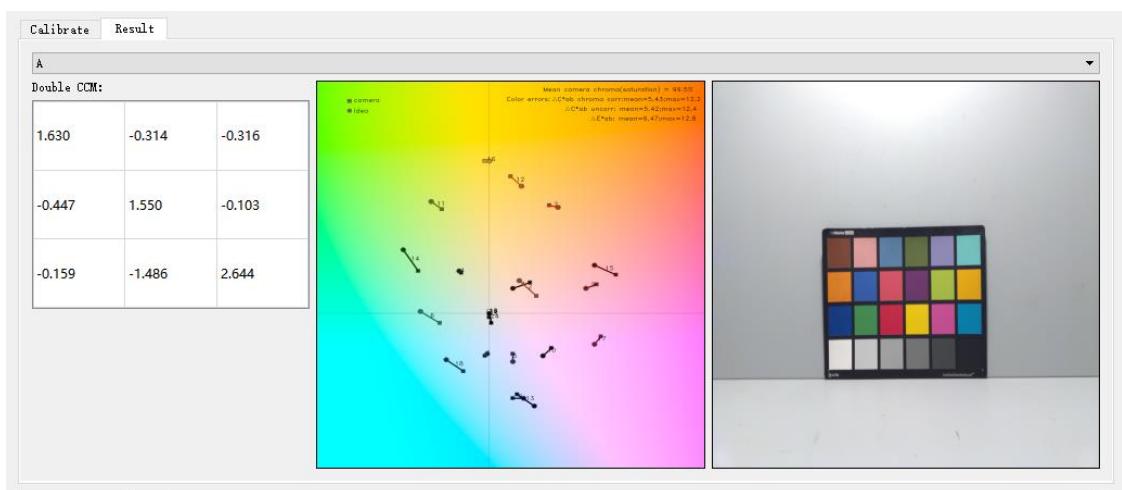

图4-5-2-5
12. 若出现 $\Delta E$ 超出预期的情况，有可能是Raw图亮度过高导致，可以右键图4-5-2-5中右侧的色卡图像，点击Save Current，将图片保存下来，检查各个色块是否有过曝或某通道饱和的情况（由于CCM标定时会引入Gamma曲线，有可能导致标定色块饱和）；